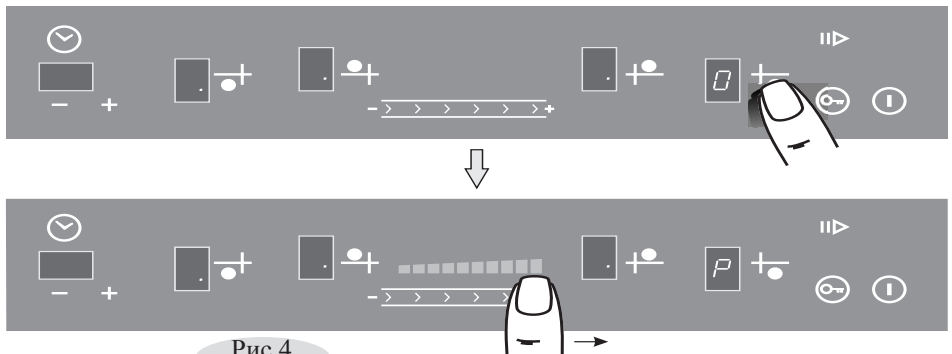

Рис.4
1. Коснуться зоны **2** с обозначением выбранной конфорки, после чего конфорка перейдет в режим управления. В соответствующем окне индикации загорится «**0**» (рис.4), во всех остальных окнах загорится точка.